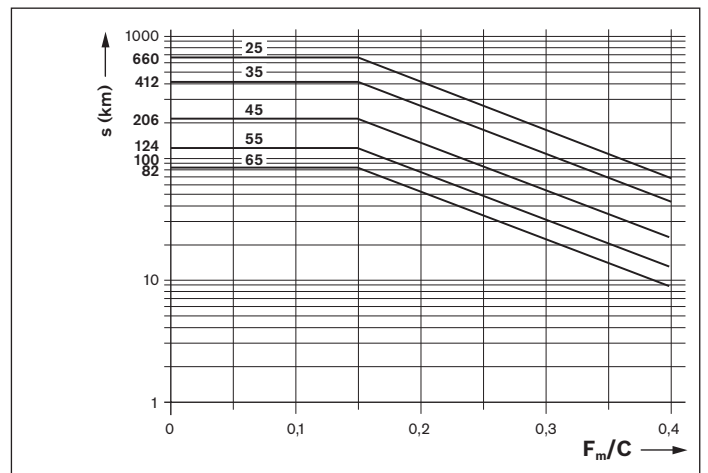

Figura 2: Intervallo di rilubrificazione
- ▶ Introdurre sull'attacco di lubrificazione la quantità minima come da tabella 4 fino al raggiungimento dell'intervallo di rilubrificazione (figura 2).
- ▶ Introdurre sull'attacco di lubrificazione la quantità minima come da tabella 4 fino al raggiungimento dell'intervallo di rilubrificazione (figura 2). Il numero di impulsi necessario in questo caso e il ciclo di lubrificazione devono essere stabiliti allo stesso modo di quanto avviene per la rilubrificazione (corsa normale).
Avvertenze: il numero di impulsi necessario a tale scopo corrisponde al quoziente a numero intero risultante dalla quantità di rilubrificazione minima come da tabella 4 e dalle dimensioni minime del distributore volumetrico selezionate come da tabella 5. La dimensione minima ammessa del distributore volumetrico non dipende dalla posizione di montaggio. Il ciclo di lubrificazione corrispondente alle formule 1 risulta quindi dalla divisione dell'intervallo di rilubrificazione (come da figura 2) per il numero di impulsi rilevato (cfr. esempio di dimensionamento).